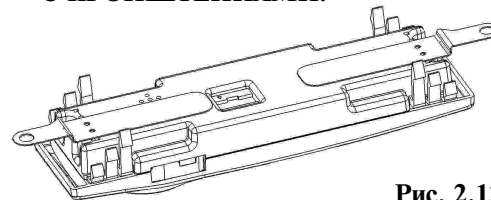

Рис. 2.13
8. Устанавливаются кронштейны, как показано на рисунке 2.13. Накладываем согнутый кронштейн длинной стороной на заднюю панель бортового компьютера, часть с большим круглым отверстием приподнята. При этом фигурный вырез кронштейна должен быть обращен в сторону динамика. Рис. 2.12 и рис. 2.13.
9. На задней панели компьютера с боковых сторон находится по пять отверстий. Прикручиваем кронштейн саморезами через пару ближайших к сгибу крепежных отверстий, в отверстия "2" и "3" на задней панели компьютера, (считая от той стороны, дальше от которой расположен динамик), рис. 2.12. Таким же образом прикручиваем второй кронштейн с другой стороны. Рис. 2.13.